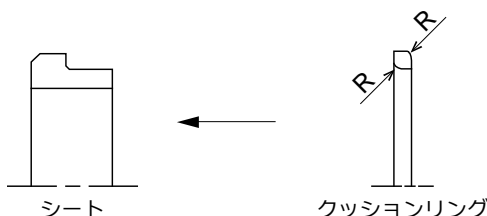

図 6.6-1 クッションリング
- (1) シート(4750.M1)にクッションリング(4101.M1)を挿入し、ケーシングカバ(1610)に押し込んでください。シートにクッションリングを挿入する時、クッションリングの方向に注意してください。(図6.6-1参照)